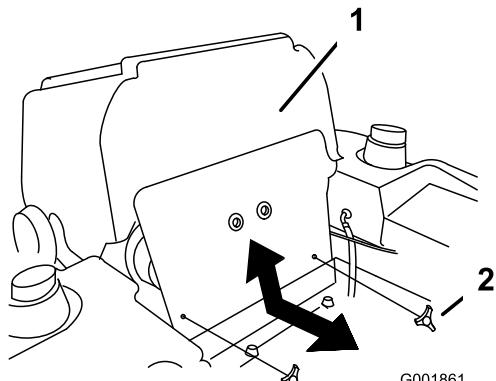

Figure 66
- Basculez le siège en avant et déposez le panneau avant du moteur (Figure 66).
- Posez le panneau avant du moteur (Figure 66).